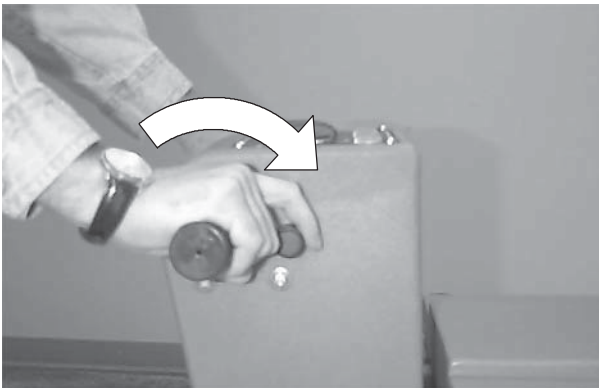

FIG. 14
4. Tournez les poignées de commande vers l'avant pour commencer à polir. Tournez progressivement le bouton de commande de la vitesse pour l'amener sur la vitesse de nettoyage souhaitée. (Figure 14).